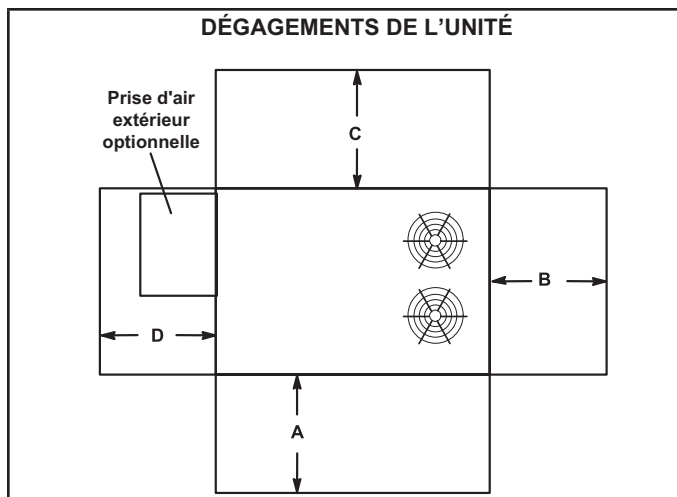

FIGURE 1
L'unité LHT/LDT est homologuée ETL/CSA pour les installations extérieures uniquement avec les dégagements par rapport aux matériaux combustibles indiqués sur la plaque signalétique de l'unité et à la FIGURE 1.
L'unité LDT est homologuée ETL/CSA comme thermopompe avec climatisation et chauffage au gaz auxiliaire pour les installations non-résidentielles uniquement avec les dégagements par rapport aux matériaux combustibles indiqués sur la plaque signalétique de l'unité et à la FIGURE 1.
- 2- Les dégagements d'installation spécifiés doivent être respectés lors de l'installation de l'unité. Voir FIGURE 1.